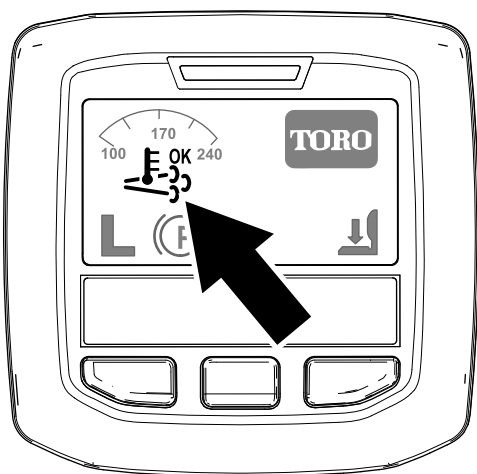

Рисунок 32
- Значок активной регенерации / регенерации со сбросом отображается на дисплее инфо-центра (Рисунок 32).